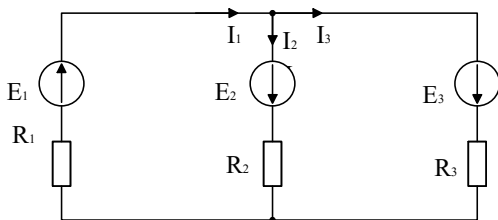

Рис. 1.10
4.22. Вычислить ток в одной из ветвей (по указанию преподавателя) в цепи на рис. 1.10 методом эквивалентного генератора.